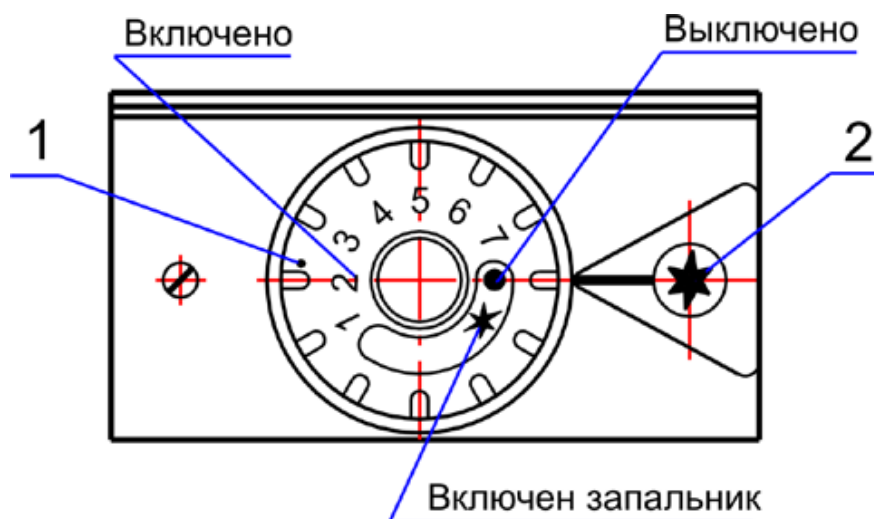
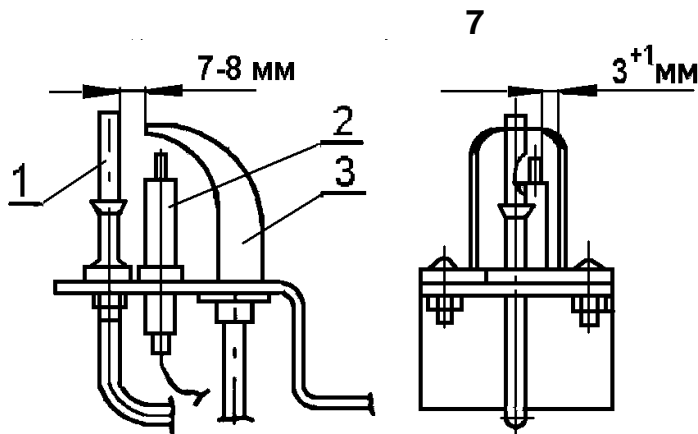

Рис.2 Блок автоматики
Рис.3 Устройство запальное
4.4. Установка требуемой температуры воды производится ручкой управления 1 (Рис.2) от 30°C до 90°C , а ее контроль выполняется по термометру. Температура горячей воды в системе ГВС при ее заборе не должна превышать 60°C .
4.6. Устройство запальное Рис.3 предназначено для крепления запальника, термопары, свечи зажигания и розжига основной горелки.
- вращать ручку управления 1 (Рис.2) без надобности;
- настраивать ручку управления 1 (Рис.2) на температуру воды выше 90°C ;
ручку управления 1 (Рис.2) с помощью ключей, плоскогубцев и других инструментов;
6.12. Проверьте работу пьезорозжига. При нажатии на кнопку пьезорозжига 2 (Рис.2) должна проскакивать искра между электродом свечи 2 (Рис.3) и запальником 3 (Рис.3).
6.15. Установите ручку управления 1 (Рис.2) блока автоматики в положение «Выключено» ● .
ручку управления 1 (Рис.2) по часовой стрелке в положение «Включен запальник» ✱.